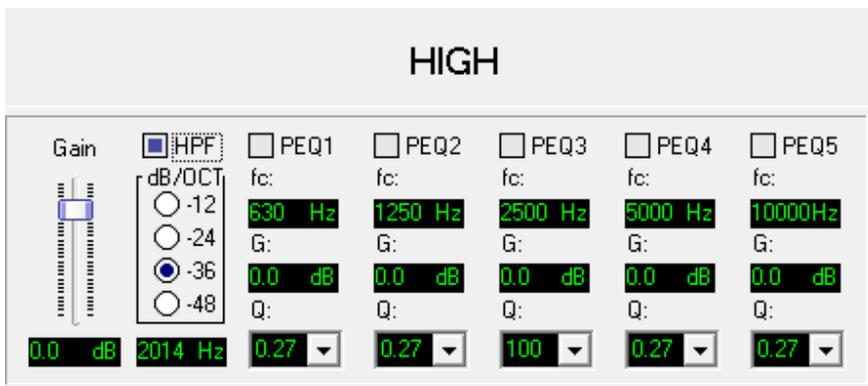

图 5-19 高频部分设置界面
③设置“HIGH”区域，即音箱高音部分。如图 5-19 所示。